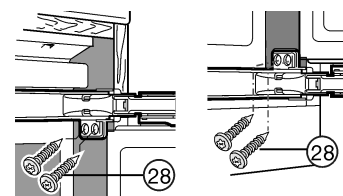

Fig. 15
- Sur les deux portes, visser en haut et en bas avec des vis à panneaux Fig. 15 (28) de particules à travers les pattes de fixation des charnières.